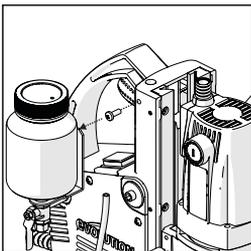

Abb. 3
- Befestigen Sie die Kühlmittel-/Schmiermittelflasche an ihrer Wartungsposition. Verwenden Sie das Gewindeloch oben links am Maschinengehäuse und die Schraube  $\varnothing$  6 mm (mitgeliefert). **(Abb. 3)**